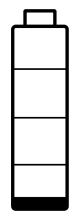

FIG. 3
- C Indicatore batteria: al termine della carica la batteria è completamente carica. Man mano che la batteria si scarica, la quantità di carica si riduce. Quando viene visualizzato il simbolo di carica bassa della batteria mostrato in FIG. 3, sostituire la batteria. Vedere Sostituzione della batteria, pagina 27.